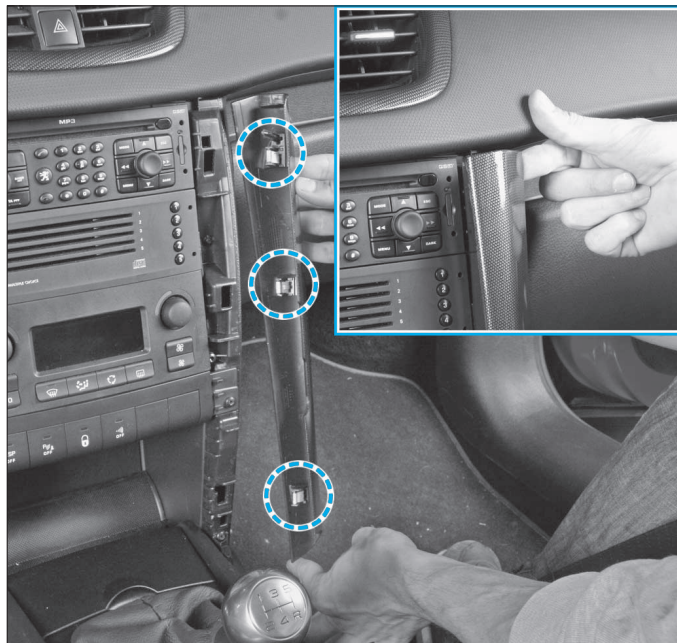

FIG. 23
- Déposer les deux ornements en commençant par le haut pour les dégrafer (Fig.23).